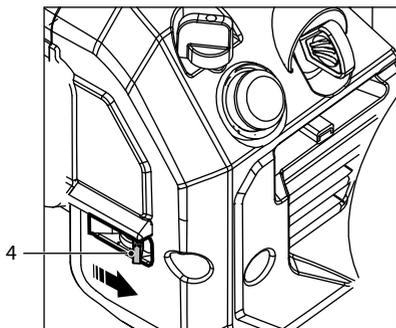

Рис. 19
12. Переместите топливный кран в положение «Открыто» для 97640 (рис. 19), для 97641 (рис. 186) переведите рычажок 4.
4. Переведите рычаг топливного крана в положение «Закрыто» (крайнее левое положение на рис. 19).